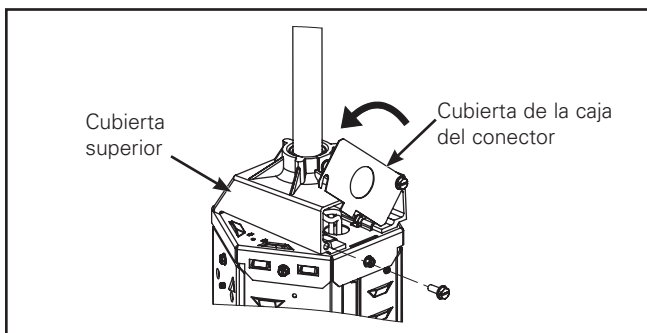

Figura 6.
5. Gire la cubierta para insertarla en la ranura de la cubierta superior y ajústela con la caja del conector (Figura 6).